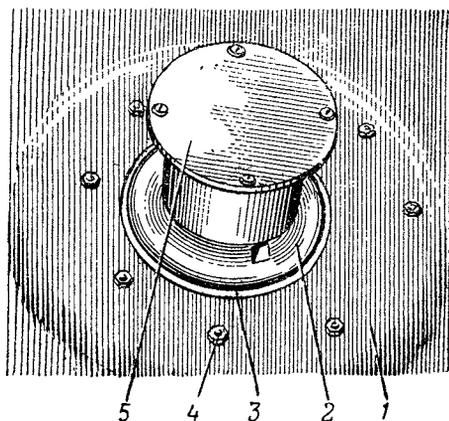
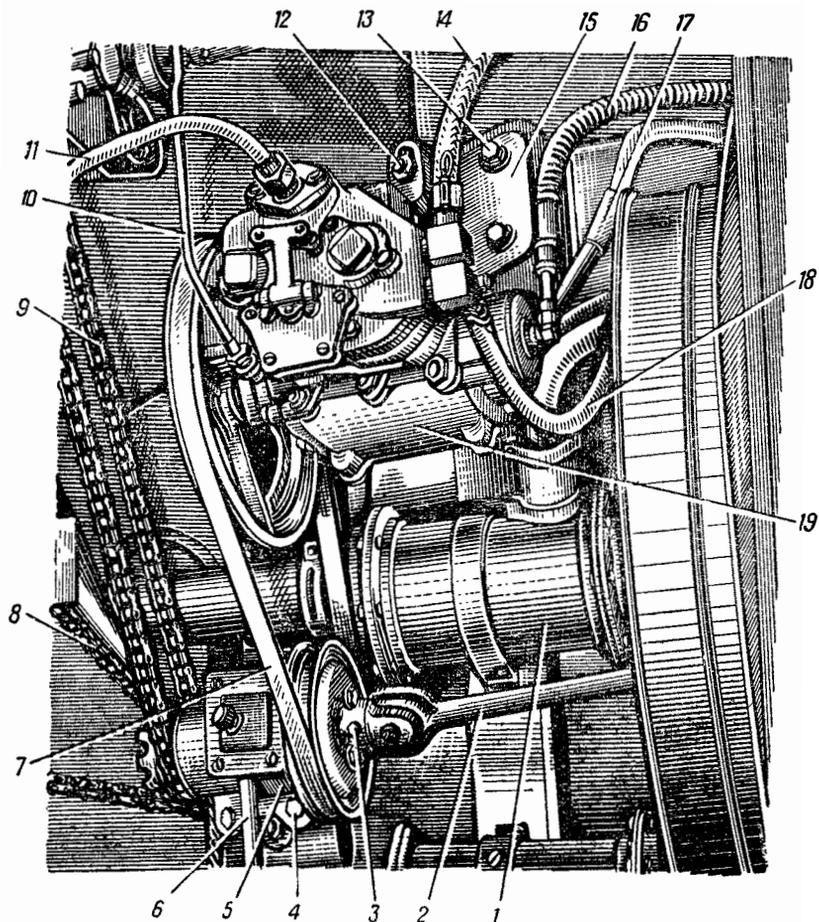

Рис. 83. Установка кабестана:
Рис. 84. Установка компрессора и механизма включения кабестана:
2. Отвернуть гайки болтов 4 (рис. 83) крепления кабестана 2 к крыше 1 передней части корпуса машины. Опустить кабестан вниз, снять цепь и вынуть кабестан в сборе из машины.
1. Проверить наличие и состояние резиновой прокладки 3 (рис. 83) кабестана 2. При необходимости покрыть прокладку клеем и установить на корпус кабестана.
2. Подать кабестан в сборе в машину и надеть цепь 8 (см. рис. 84) на звездочку кабестана и звездочку механизма 5. Установить кабестан на место и закрепить болтами 4 (рис. 83) с гайками и пружинными шайбами (см. технические условия, п. а).
2. Расшплинтовать, вынуть палец и отсоединить продольную тягу включения механизма от оси 6 (рис. 84) вилки включения кабестана. Отсоединить пружину от оси.
так, чтобы шкив механизма находился в одной плоскости со шкивом компрессора, а звездочки — со звездочками кабестана и редуктора механизма ручного запуска двигателя; отклонение звездочек допускается в пределах $\pm 0,5$ мм, шкивов — в пределах ± 1 мм; если отклонение свыше допустимого, ослабить болты 4 (рис. 84), сдвинуть механизм вперед или назад и закрепить болтами;
2. Ослабить хомуты гибких шлангов *14*, *17* и *18* (рис. 84) и отсоединить от штуцеров и патрубков компрессора *19*.
Технические условия на установку компрессора. Натяжение ремня *7* (рис. 84) должно быть таково, чтобы прогиб от усилия руки, приложенного к ремню в середине между шкивами механизма включения кабестана и компрессора, был не более *15 мм*. Натяжение ремня производить перемещением компрессора в сторону правого борта машины. Для перемещения необходимо ослабить гайки *12*, сдвинуть компрессор на необходимую величину и закрепить гайками.